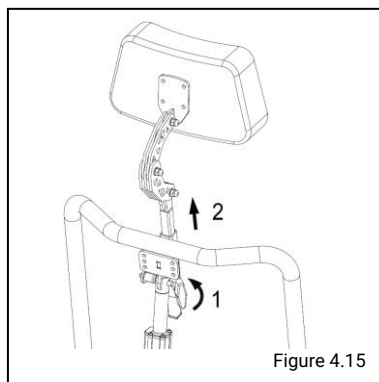

Figure 4.15
4.6 Hoofdsteun hoogte (fig 4.15).